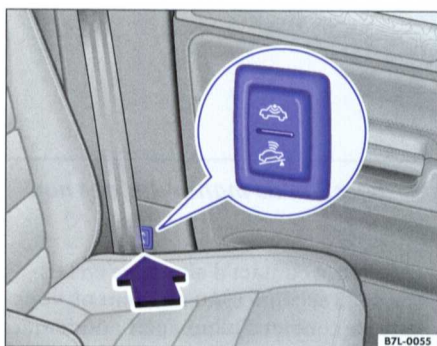

Fig. 26 Touche de désactivation de la protection volumétrique et de la protection anti-soulèvement
- Coupez le contact d'allumage et appuyez sur le haut de la touche ⇒ fig. 26  pour désactiver la protection volumétrique. Un témoin s'allume dans la touche jusqu'à ce que le véhicule soit verrouillé ou il s'éteint environ 60 secondes plus tard.